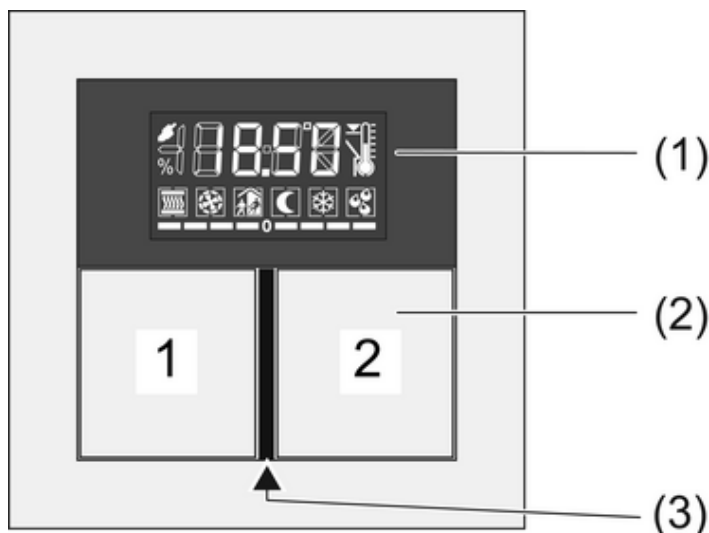

Figure 1
- Ouvrir : Actionner simultanément les touches **1** et **2** du haut (figure 1).